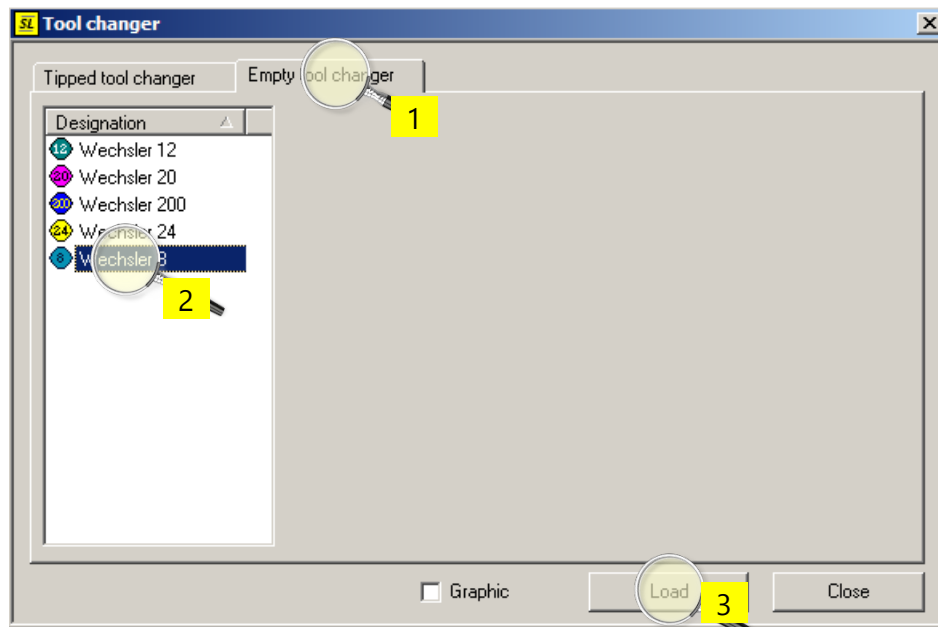

Figura 1.9 Selectarea magaziei de scule
- Se va deschide fereastra din figura 1.9, din care se va selecta tabloul *Empty tool changer* și se va alege din meniul din stânga opțiunea *Wechsler 8*, care corespunde unei magazii automate cu maxim 8 scule. Apoi se va apăsa butonul *Load*.